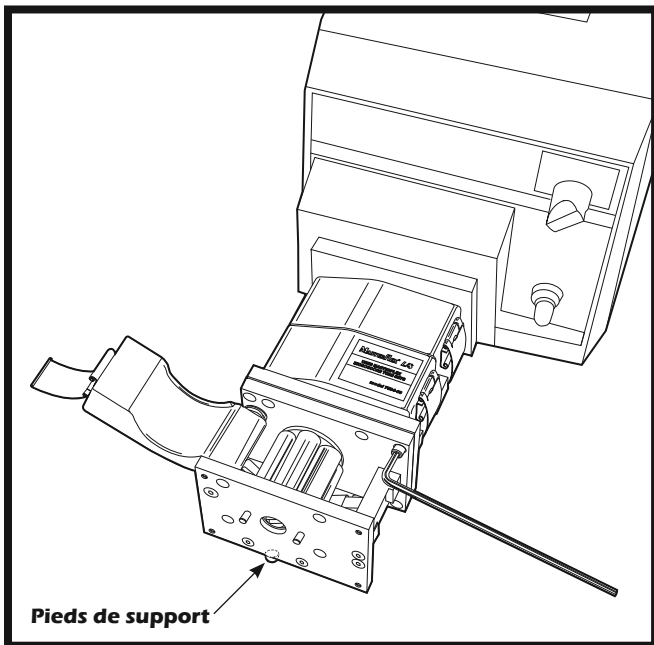

Figure 3. Empiler des têtes de pompes
4. Fixez les têtes de pompe ensemble avec les quatre vis (fournies) en utilisant les trous aux quatre coins des pompes (Figure 3).